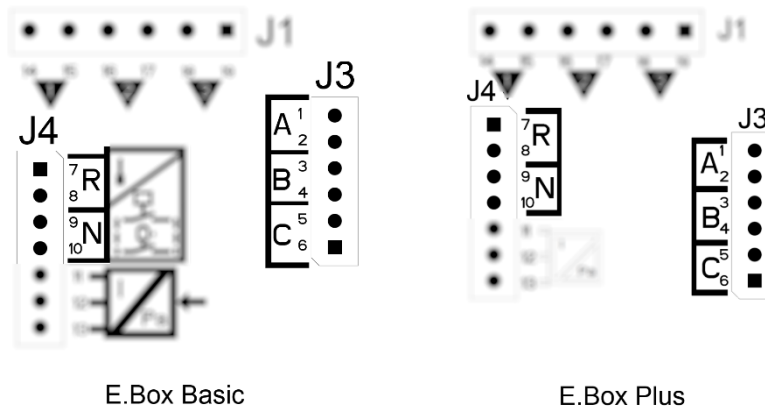

Figure 32 : Emplacement des entrées et alarmes
**Remarque** : si cette alarme n'est pas utilisée, il faut placer un pont sur l'entrée N. Pour identifier l'entrée N, se reporter à la Figure 32.